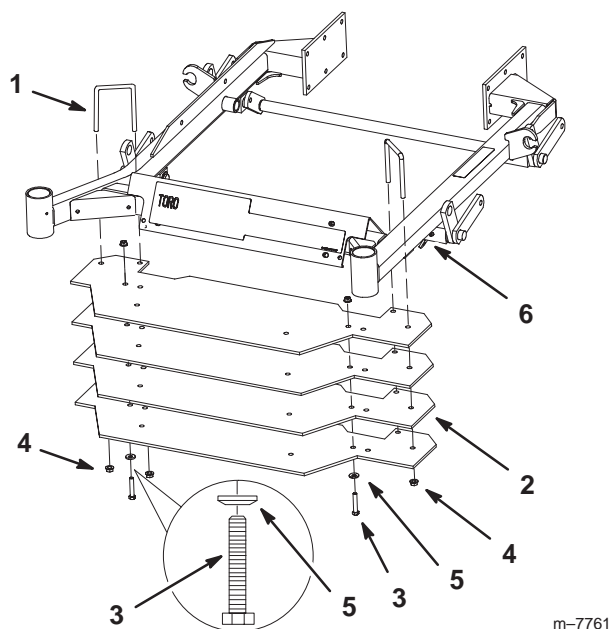

Figura 16
1. Instale los pernos en U por encima del bastidor cerca del reposapiés, según lo indicado en la Figura 16.